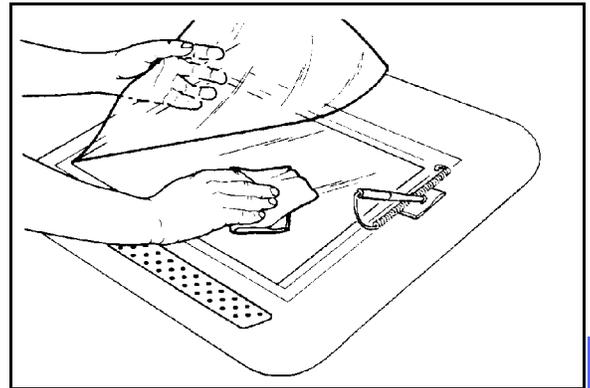

Abb. 5: Editierpult reinigen
- 2 Die durchsichtige Plastikabdeckung anheben und die Oberfläche des Editierfelds abwischen, bis sie sauber und trocken ist (s. Abb. 5).